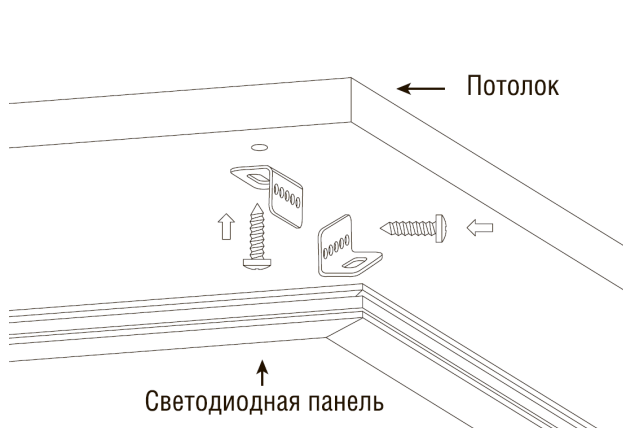
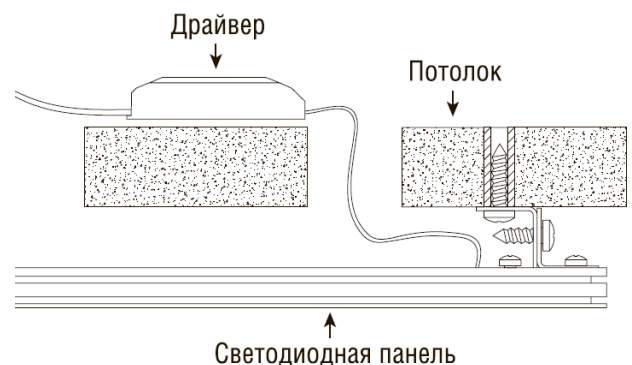

Рис. 3
Рис. 4
6.3.4 Накладной монтаж. Накладной монтаж осуществляется при помощи установочного комплекта для накладного монтажа (поставляется отдельно). Зафиксируйте монтажные пластины на корпусе светильника и по месту его установки (Рисунок 3). Соедините монтажные пластины между собой и подключите питание к драйверу (Рисунок 4).